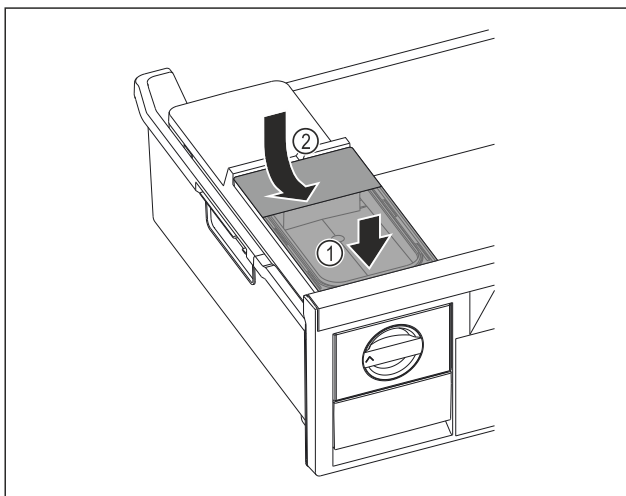

Fig. 101
- ▶ Помістити бак для води спереду. Fig. 101 (1)
- ▶ Опустити бак для води ззаду. Fig. 101 (2)